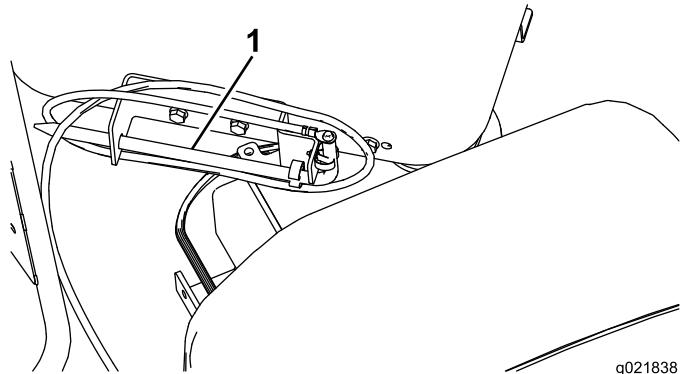

Figura 63
8. Guarde la pica de tierra en el soporte de la plataforma del operador, según se muestra en Figura 63.